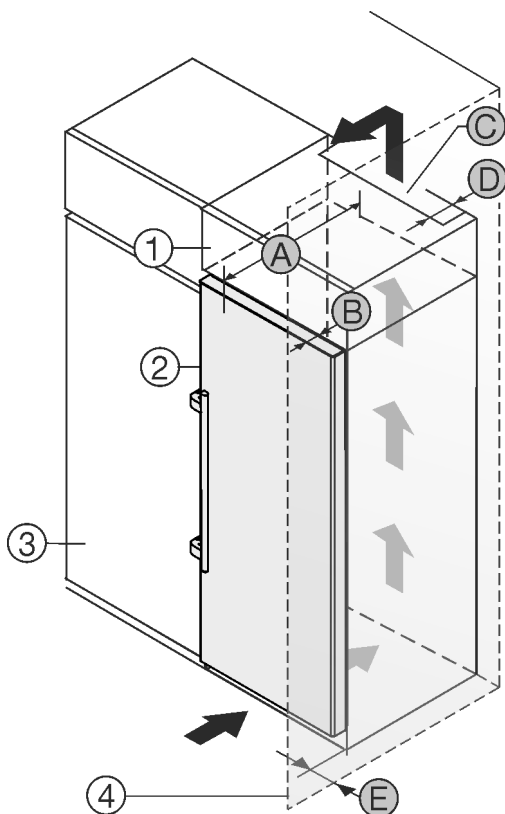

Fig. 2
Můžete přístroj nainstalovat přímo vedle kuchyňské skříňky Fig. 2 (3) .*
Na zadní straně nástavné skříňky musí být větrací šachta hluboká Fig. 2 (D) přes celou šířku nástavné skříňky.*
Pod stropem místnosti musí být dodržen ventilační průřez Fig. 2 (C) .*
Když přístroj instalujete závěsy vedle stěny Fig. 2 (4) , musí být vzdálenost mezi přístrojem a stěnou minimálně 57 mm . To odpovídá přesahu madla při otevřených dveřích.*
Aby bylo možné dvířka plně otevřít, musí přístroj přesahovat o hloubku dvířek Fig. 2 (B) vůči přední linii kuchyňské skříňky. V závislosti na hloubce kuchyňských skříňek Fig. 2 (3) a použití vymezovačů odstupů od stěny může přístroj vyčnívat dále.*